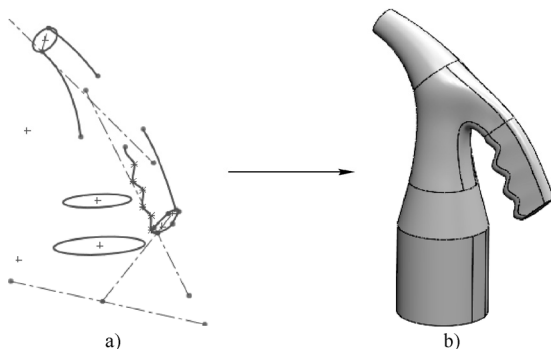

图 5-102 喷嘴的架构曲线和绘制好的喷嘴模型
(3) 打开本书提供的素材文件“5.LX.3SC.sldprt”，结合本章所学的知识创建如图 5-102 所示的喷嘴模型。